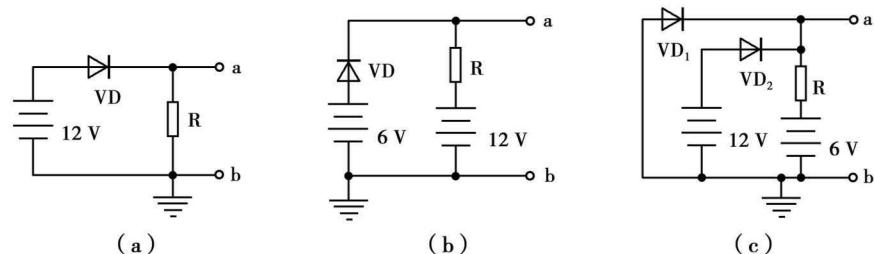

图1-2
例1-1 试指出图1-2中二极管的工作状态,并计算出输出电压 U_{ab} 。设二极管为理想的二极管。
解:①在图1-2(a)中,b点电位为0V,将VD断开,则VD的正极电位为12V,负极电位为IR=0(因为I=0),所以VD的正极电位大于负极,二极管导通, $U_{ab}=12V$ 。
②在图1-2(b)中,设二极管导通,则沿着二极管导通的方向列回路方程有: $-6+IR+12=0$,解出 $I=-6/R$,得出I为负值,说明电流的实际方向与二极管导通后的电流方向相
③在图1-2(c)中,b点电位为0V,将VD₁和VD₂断开,所以VD₁的正极电位为0V,负极为6V,所以VD₁截止。VD₂的正极电位为12V,负极电位为6V,所以二极管VD₂导通。输出电压 $U_{ab}=12\text{ V}$ 。